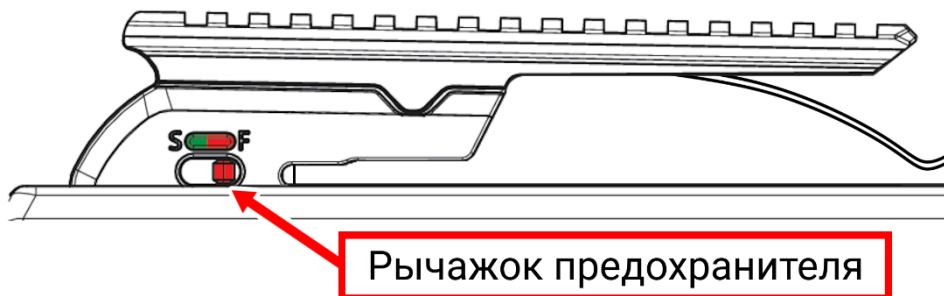

Рис.9
3. Убедитесь, что арбалет снят с предохранителя (положение рычажка «F»). Если арбалет на предохранителе (положение «S»), передвиньте рычажок в положение «F» перед взведением (Рис.9).